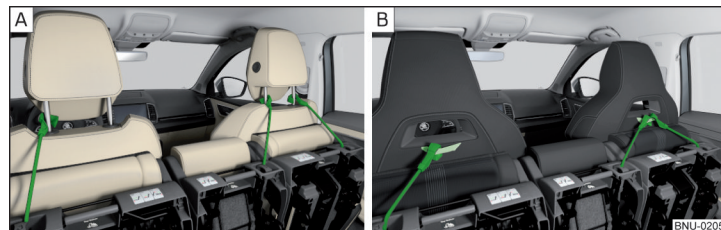

Fig. 92 Verrouiller le siège relevé
- Verrouiller le siège relevé avec la ceinture de fixation sur la tige de guidage des appuie-têtes à l'avant » fig. 92 - **A**.
- Pour les sièges avec un appuie-tête intégré, fixer la ceinture sur la boucle à l'arrière du dossier » fig. 92 - **B**.